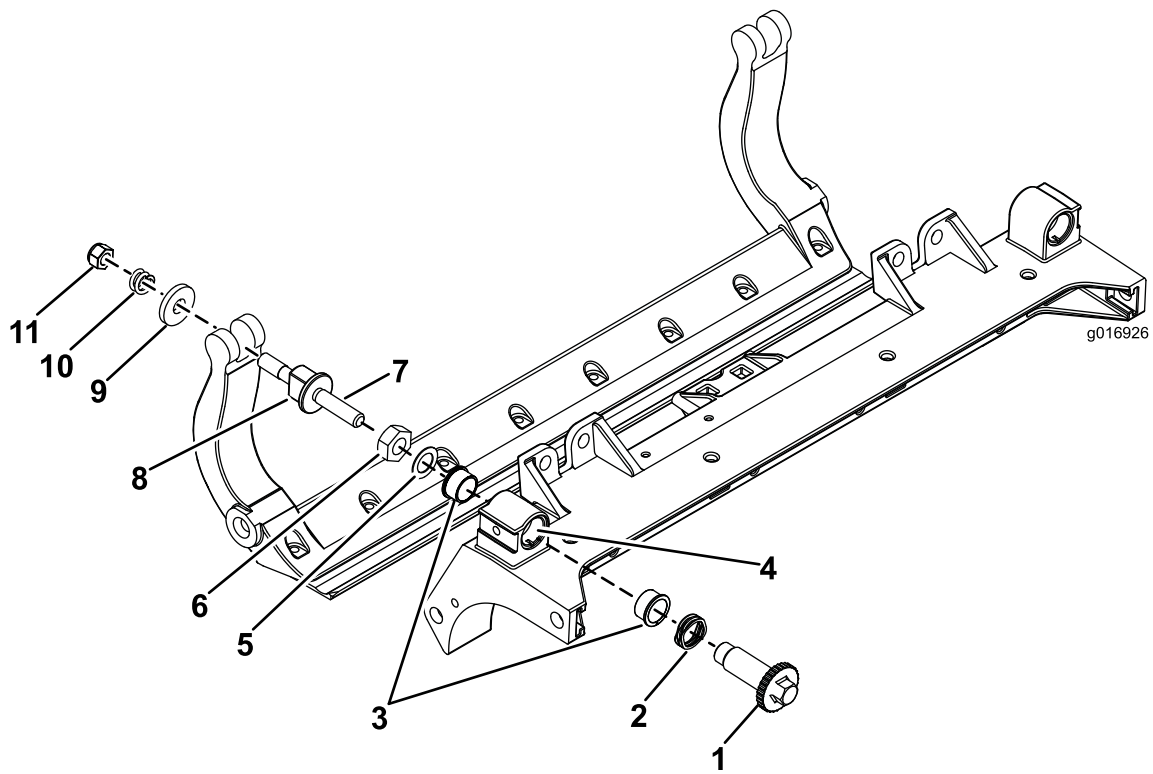

Bild 30
1. Entfernen Sie alle Teile (siehe *Installationanleitung* für das HD-DPA-Kit Modellnr. 120-7230 und auch Bild 30).
2. Tragen Sie ein Mittel zur Vermeidung des Festfressens innen im Büchsenbereich am mittleren Mähwerkrahmen auf (Bild 30).
3. Fluchten Sie die Keile an den Flanschbüchsen mit den Schlitzern im Rahmen aus und setzen Sie die Büchsen ein (Bild 30).
4. Legen Sie eine Wellenscheibe auf die Einstellerwelle und schieben Sie die Welle auf die Flanschbüchsen im Mähwerkrahmen (Bild 30).
5. Befestigen Sie die Einstellerwelle mit einer Flachscheibe und einer Sicherungsmutter (Bild 30). Ziehen Sie die Sicherungsmutter mit 20 bis 27 N-m.
9. Befestigen Sie den Untermesserträger mit den Untermesserträgerschrauben (Muttern an den Schrauben) und den sechs Scheiben an jeder Seitenplatte. Legen Sie eine Nylonscheibe an jede Seite des Seitenplattenansatzes. Legen Sie eine Stahlscheibe außen auf jede Nylonscheibe (Bild 30).
Ziehen Sie die Schrauben mit 37 bis 45 Nm an. Ziehen Sie die Sicherungsmuttern an, bis sich die Stahlscheibe außen nicht mehr dreht und kein Spiel am Ende vorhanden ist, ziehen Sie jedoch nicht zu stark an oder verbiegen Sie die Seitenplatten. Die Scheiben innen können einen Abstand aufweisen (Bild 30).
10. Ziehen Sie die Mutter an jedem Untermesserträgerinsteller an, bis die Druckfeder ganz zusammengedrückt ist, lösen Sie die Mutter dann um eine halbe Umdrehung (Bild 30).